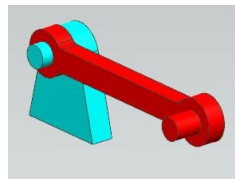

рис.53
- Скалярный момент накладывается **только на вращательный шарнир**. Выполните учебный пример (рис.53, 54). Необходимые детали возьмите из директории *Prim_Moment_Skalyrn*.